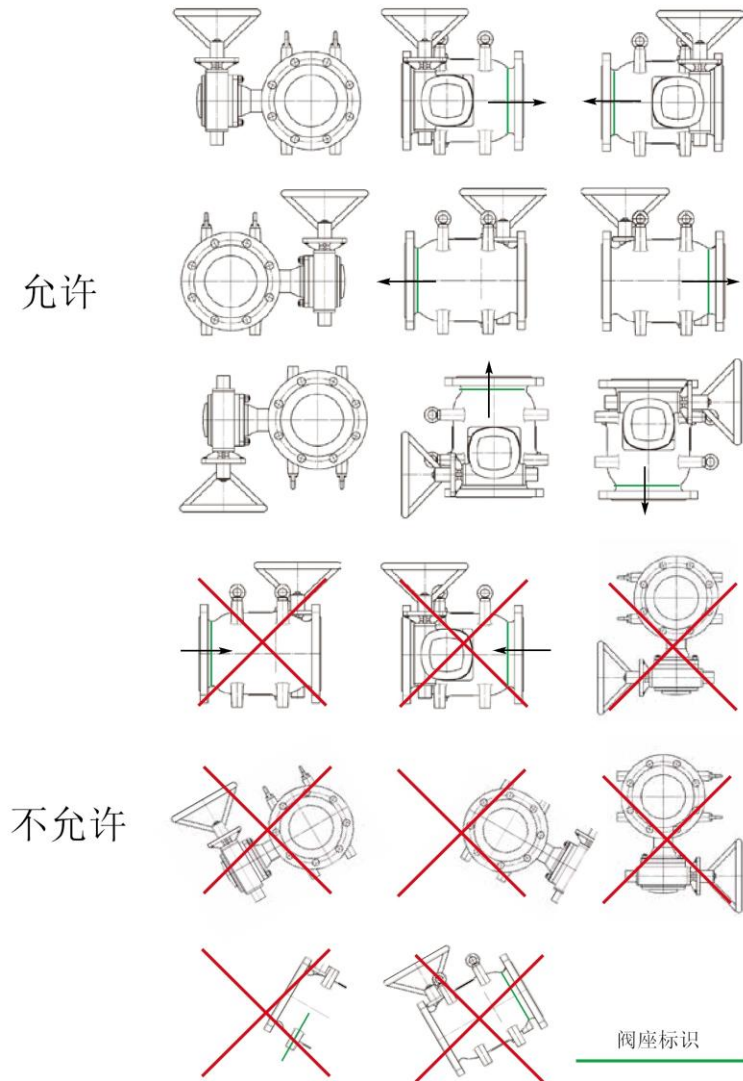

图4 允许/不允许的安装和水流方向
- 5、活塞阀可以竖直或者水平安装；阀门在其他管道位置中不能工作（如图 4）；注意介质流向必须与阀体上箭头所标示的方向相一致。